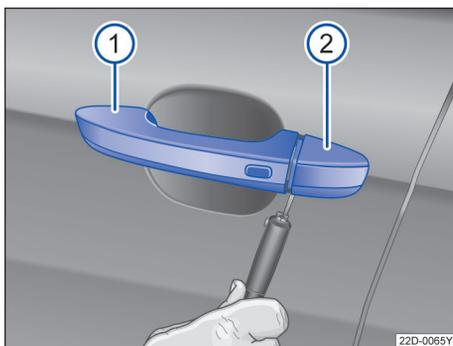

图 52 取下在驾驶员车门内车门锁的盖罩
- 拉起开门把手 ①。
- 将无线遥控钥匙的钥匙头从下面插入盖罩的开口内→图 52②。
- 转动钥匙以便松开盖罩并取下→图 52。